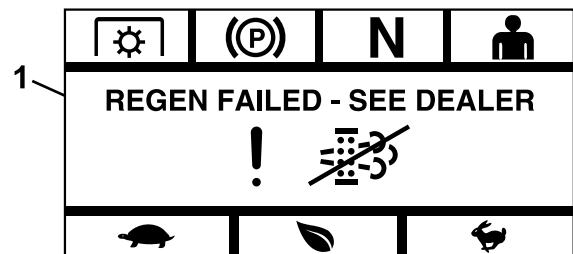

Figure 19
- **Failed** (échec) – si l'ECU du moteur détermine qu'il est impossible de terminer une régénération d'urgence, le module affiche l'écran Regen Failed—See Dealer (échec de régén. – voir concessionnaire) (Figure 19). Apportez la machine chez un concessionnaire-réparateur agréé.